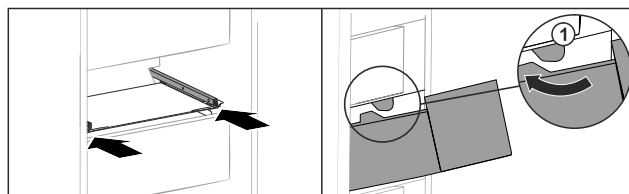

Fig. 230
- ▶ Umetnite ladicu oko zaustavljača Fig. 230 (1).